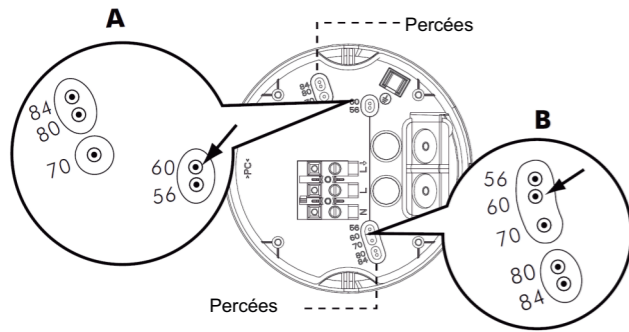

Figure 9A
3.4.1.3 La partie inférieure comprend 5 ouvertures à percer avec des distances de 56 mm à 84 mm pour différentes fixations. (Voir figure 9A) Choisissez deux trous avec les mêmes chiffres pour obtenir la distance souhaitée. (Voir figure 9B).